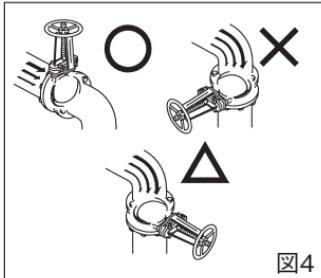

図4
I. バルブをエルボなどの直近下流側に配管すると、バルブの弁体に流速及び圧力分布が起り、バルブに悪影響を与えることがあります。バルブはできる限りエルボの手前に取り付けてください。(図4)